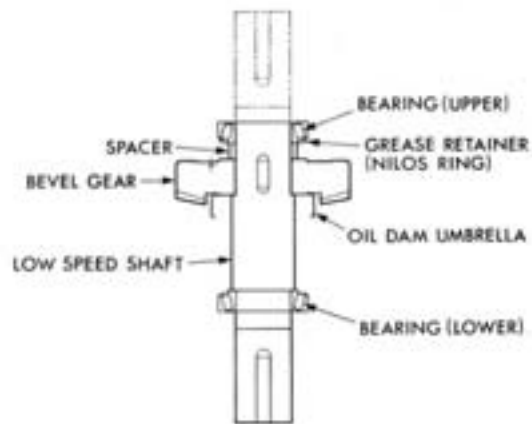

Figure 6 LOW SPEED (BEVEL GEAR) SHAFT ASSEMBLY
12. LOW SPEED (BEVEL GEAR) SHAFT—Figure 6.